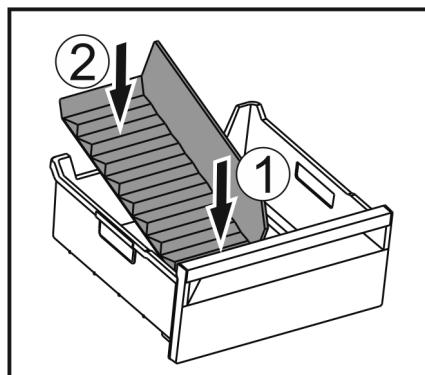

Fig. 127
- ▶ Introduceți partea frontală a separatorului pentru compartimentul de gheăță. Fig. 127 (1)
- ▶ Coborâți partea posterioară a separatorului pentru compartimentul de gheăță până la baza sertarului. Fig. 127 (2)